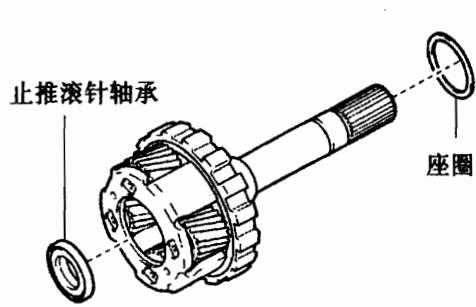

图 12-1-60
②如图 12-1-60 所示，从后行星齿轮总成上拆下 9 号止推轴承座圈和止推滚针轴承。
②安装止推滚针轴承。如图12-1-60所示，将凡士林涂到9号止推轴承座圈上，并将它安装到后行星齿轮圈上。轴承的内径为21.5mm，外径为40.8mm。座圈的内径为48.5mm，外径为62.7mm。